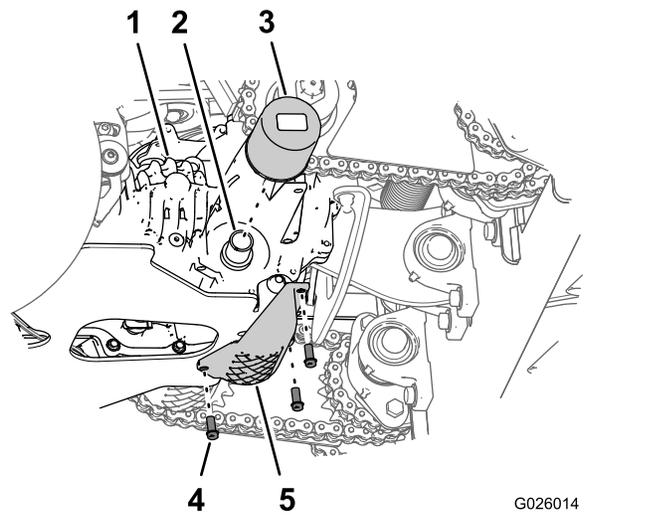

Figure 68
4. Nettoyez la surface autour du filtre de transmission (Figure 68).
6. Tournez le filtre dans le sens antihoraire et déposez-le (Figure 68).
8. Posez le filtre en le tournant dans le sens horaire sur l'adaptateur jusqu'à ce que le joint rejoigne la base de l'adaptateur, puis serrez encore le filtre de 3/4 à 1 tour (Figure 68).
9. Montez la protection du filtre au moyen des 3 boulons à embase (1/4 x 3/4 po) que vous avez retirés à l'opération 3 (Figure 68); serrez les boulons à un couple de 10,17 à 12,43 N·m (90 à 110 po-lb).
- Retirez les 3 boulons à embase (1/4 x 3/4 po) qui fixent la protection du filtre à la transmission, et déposez la protection (Figure 68).